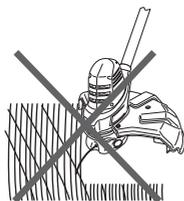
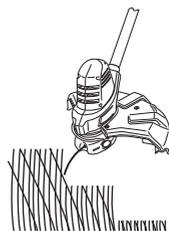

Fig. 23
Fig. 24
- > Gardez l'organe de coupe propre en enlevant au fur et à mesure les résidus végétaux qui pourraient le bloquer. Examinez régulièrement l'appareil. Relâchez le bouton marche/arrêt (3) et décrochez la batterie avant d'examiner l'appareil.
- > N'essayez pas de couper les herbes hautes d'un seul coup : procédez toujours par étapes (fig. 23). Une coupe par étapes donne de meilleurs résultats (fig. 24).